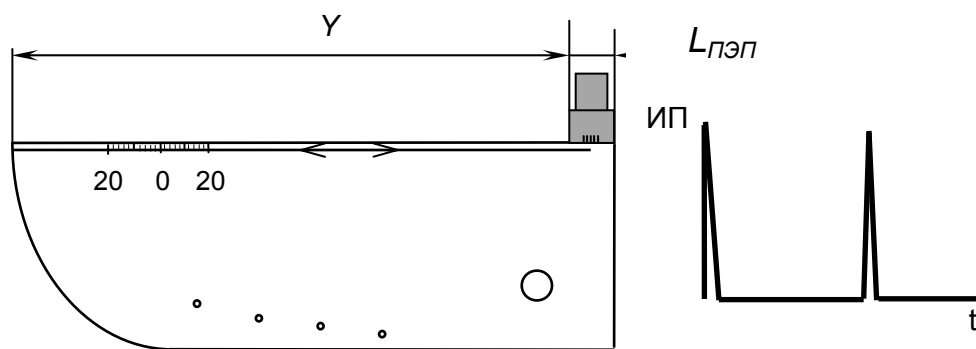

Рисунок 7.11
- б) установить ПЭП на поверхность образца СО-3Р (СО-2) со стороны шкалы " α° " так, чтобы задняя грань ПЭП располагалась у правой боковой поверхности образца (рисунок 7.11). При этом на поверхности образца в пределах расстояния Y контактирующая жидкость должна отсутствовать;